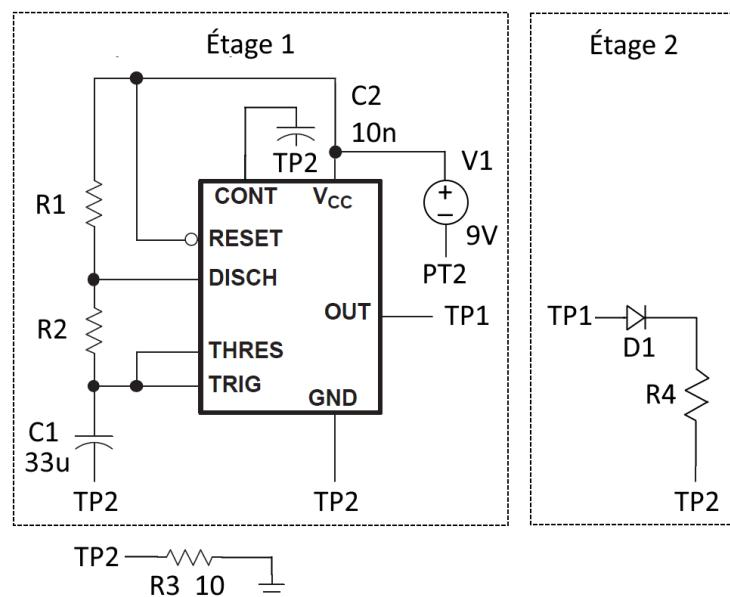

Figure 11 : Mesure de courant des étages 1 et 2
- 1) Mesurez et observez la forme d'onde du courant circulant dans tout le circuit à l'aide d'une résistance de  $R_3$  de 10 Ohms et de l'oscilloscope (voir la note #2 plus bas). Voir Figure 11.